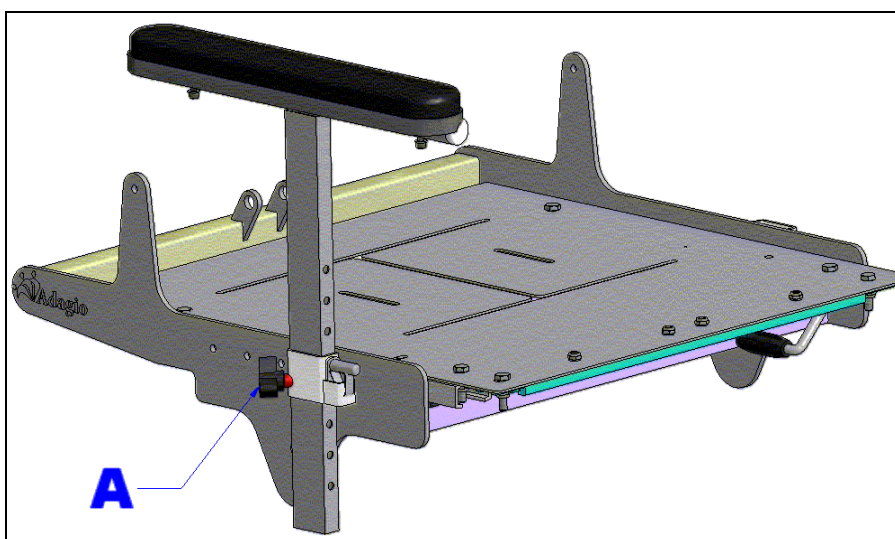

Figure 4 : Blocage en hauteur de l'appui-bras.
La poignée (A) situé sur le socle d'appui-bras (voir ; figure 4) donne la possibilité d'interdire l'ajustement de l'appui-bras en hauteur.